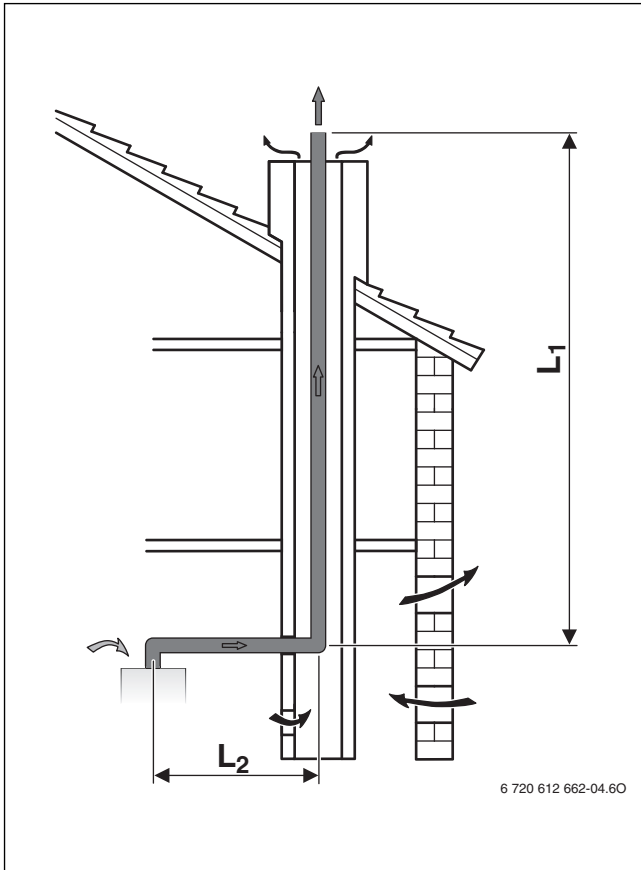

Fig. 7 Condotto di di evacuazione dei gas combusti tramite cavedio secondo B₂₃
- Se lo scarico dei gas combusti avviene in un cavedio retroventilato (→ fig. 7, 8 e 10), la pulizia non è necessaria.